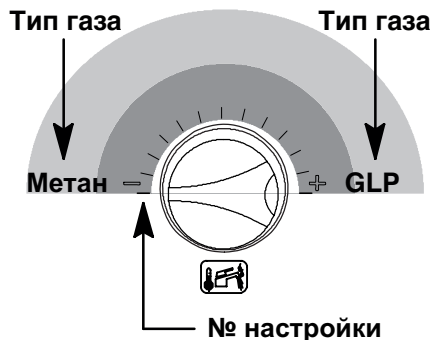

Рисунок 8.8
- Чтобы изменить настройку, поверните регулятор 11 и установите его в выбранное положение, см. Рисунок 8.8.